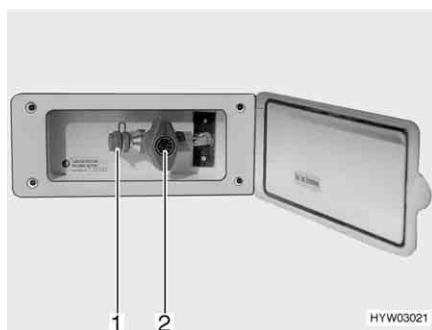

Fig. 70 Presa gas esterna, rubinetto di arresto del gas chiuso
La presa gas esterna (Fig. 70) si trova, a seconda del modello, nella parte posteriore o sul lato destro o sinistro del veicolo.
- Collegare l'apparecchio a gas esterno all'attacco (Fig. 70,1).
- Aprire il rubinetto di arresto del gas (Fig. 70,2).